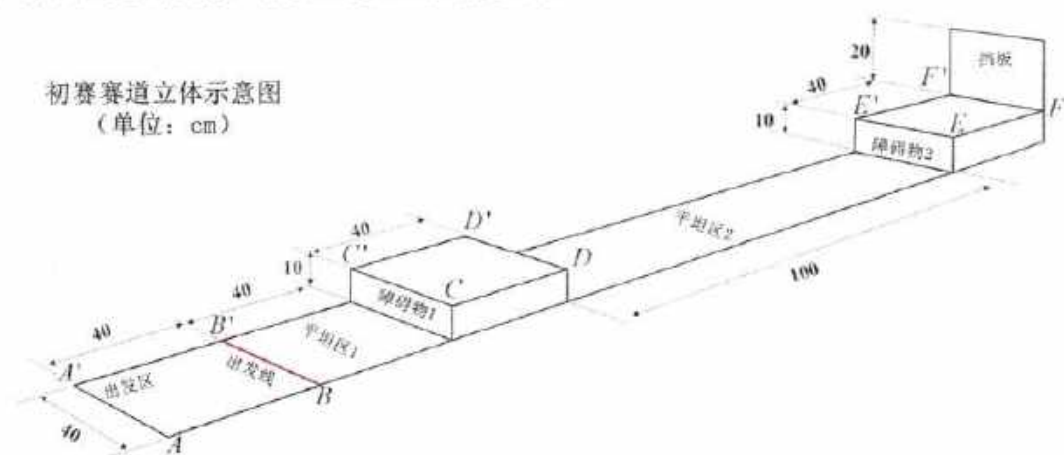

图1 初赛赛道立体示意图
1) 赛道包括出发区、平坦区 1、障碍物 1、平坦区 2、障碍物 2 五部分，模拟月球或火星的地形地貌。赛道尺寸如图 1 所示：赛道宽度 40cm；平坦区 2 长度为 100cm，其他各段长度均为 40cm；障碍物 1 和障碍物 2 的高度均为 10cm。如参赛选手选择不攀爬障碍物 2，可以把障碍物 2 换为挡板。